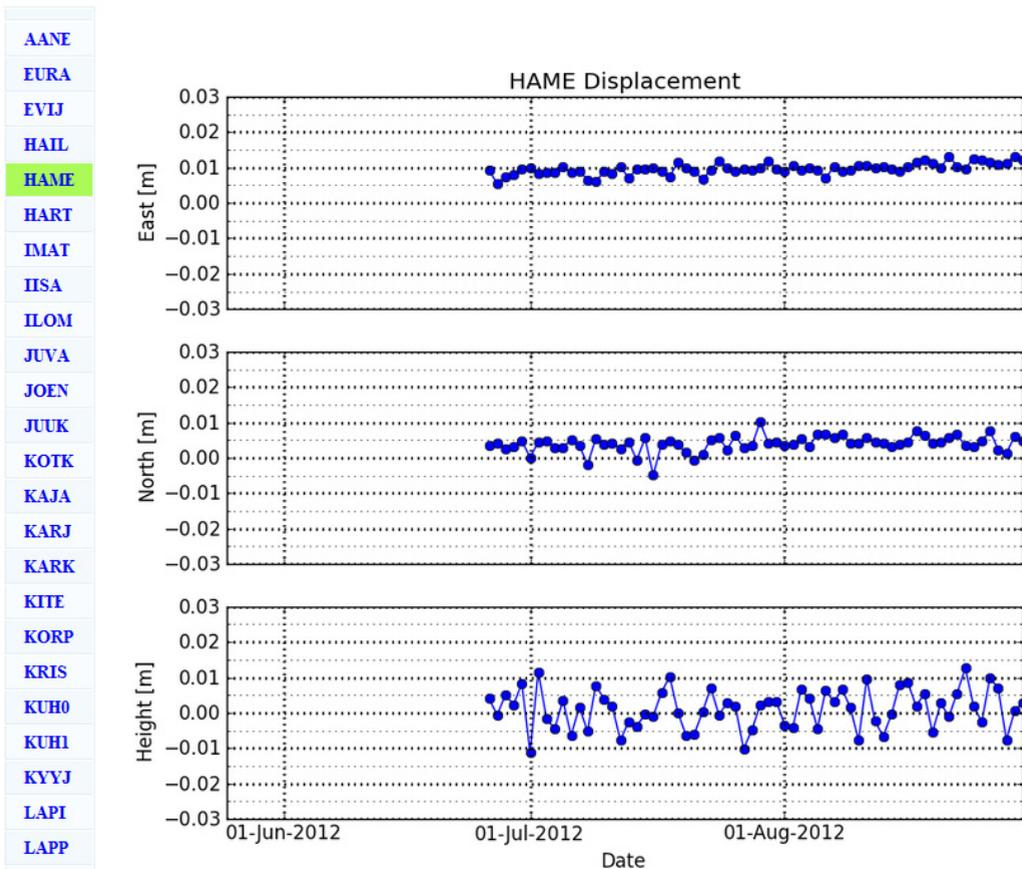

Figura 3. Serie temporale per la stazione di riferimento HAME della rete di posizionamento SmartNet Finland.
- serie storica in *Est Nord Quota* delle coordinate calcolate (vedi figura 3)